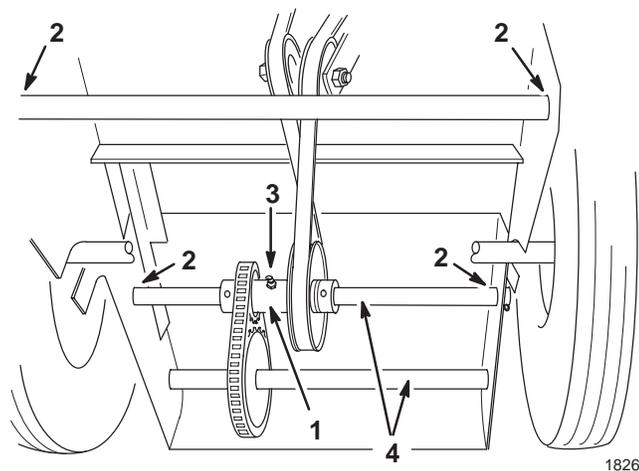

Figure 22
- Point de pivotement du support de roues avant dans la base du moteur (Fig. 22).
- Point de pivotement des arbres de transmission arrière dans la base du moteur (Fig. 22).
Lubrifiez l'ensemble de renvoi arrière avec de la graisse universelle N° 2 toutes les 25 heures de fonctionnement ou plus souvent si vous travaillez dans un environnement poussiéreux ou sableux (Fig. 22). Injectez de la graisse dans le graisseur jusqu'à ce qu'elle ressorte par les roulements.